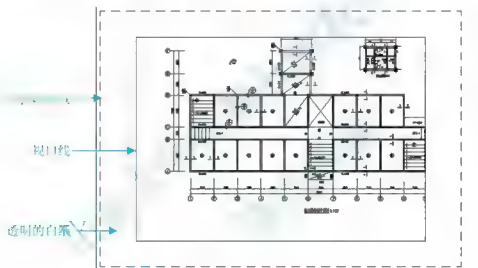

图 5.91 布局界面
(1) 布局和模型空间关系的理解：图形是在模型空间内绘制的，布局好像一张不透明的白纸蒙在模型空间上，在这张白纸上开孔就可以看到开孔的位置上的模型空间内的图形，其他部位模型空间内的图形是被白纸覆盖遮挡的。这里提到的“孔”的概念在 CAD 内称为“视口”。
(2) 打开图 5.43，然后进入“布局 1”内进行多重比例的布图，如图 5.91 所示。